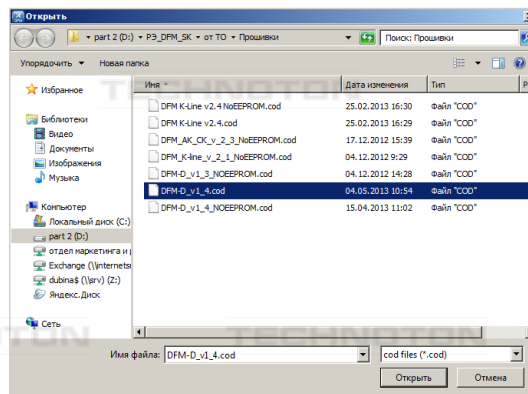

Рисунок 57 — Открытие файла прошивки
- 2) В окне Открыть (см. рисунок 57) выбрать на диске ПК или съемном носителе файл прошивки (*.cod).
- 6) В появившемся окне (см. рисунок 57) выбрать файл прошивки (***.cod**). Нажатием кнопки , запустить операцию обновления прошивки расходомера.